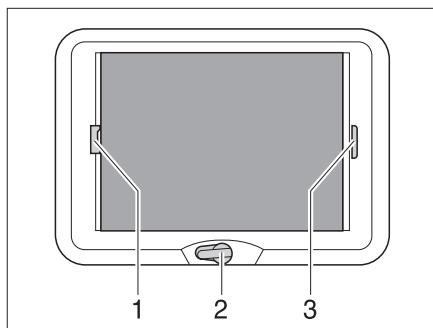

Fig. 51 Claraboya de manivela
- Abrir:** ■ Girar la manivela (Fig. 51,2) hasta que se note resistencia (ángulo de apertura máx. 70°).
- Cerrar:** ■ Tirar del asidero (Fig. 51,3) del estor plegable y soltarlo en la posición deseada. El estor plegable se queda fijo en esta posición.
- Cerrar:** ■ Tirar del asidero (Fig. 51,1) de la protección contra insectos hacia el asidero opuesto del estor plegable (Fig. 51,3) y hacerlos engatillar.
- Abrir:** ■ Presionar el tirador de la protección contra insectos (Fig. 51,1) por la parte de atrás hacia arriba y desengancharla del estor plegable (Fig. 51,3).